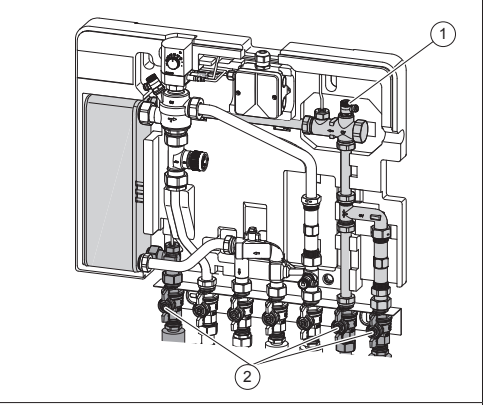

Abb. 3: Demontage /Montage Volumenstromsensor
1. Schließen Sie die markierten 3 Kugelhähne (siehe Abb. 3 (2)) der Kugelhahnanschlussteile.
2. Öffnen Sie das Entlüftungsventil (siehe Abb. 3 (1)) am Volumenstromsensor, um die Leitung drucklos zu machen.